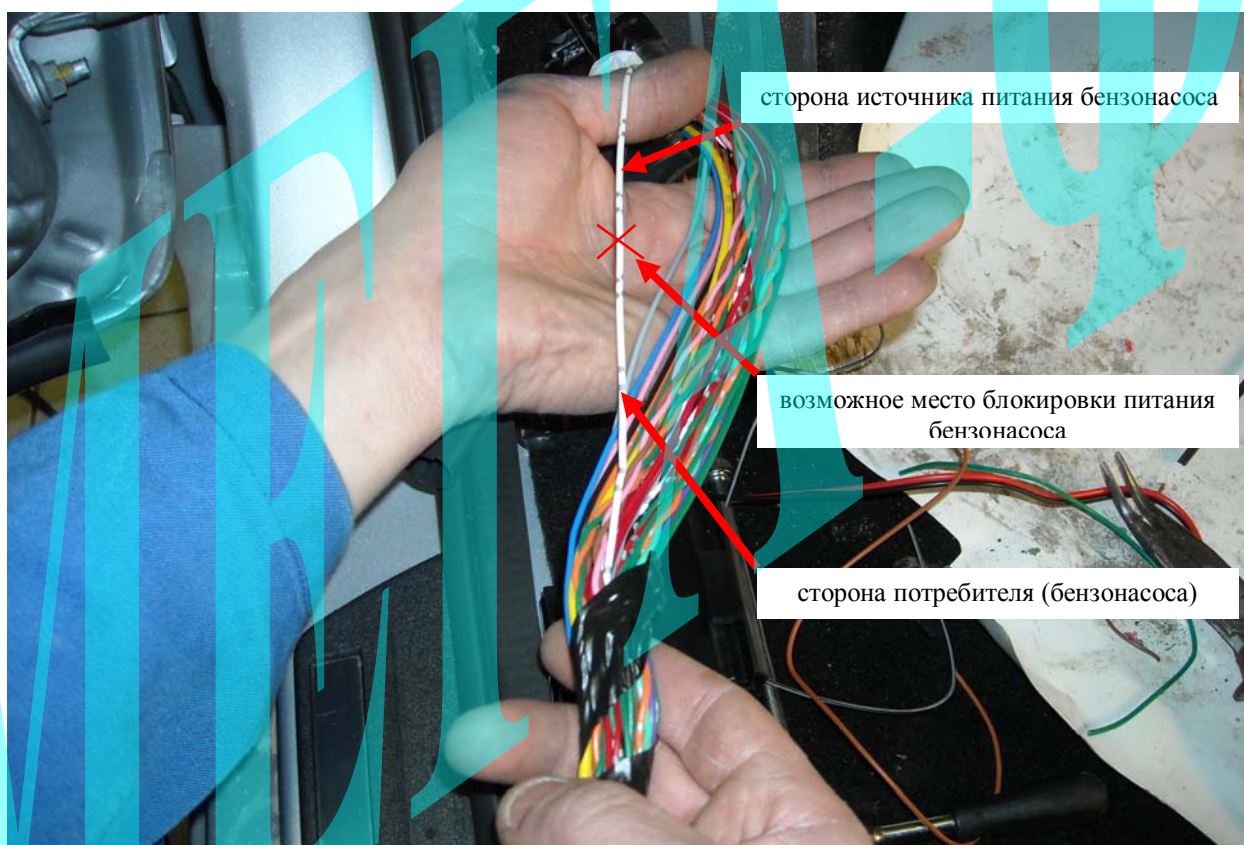

Рис. 7: Цепь блокировки электробензонасоса.
В качестве блокировки можно использовать блокировку цепи электробензонасоса (белый толстый провод в жгуте идущем по левому порогу) (См. рис. 7). Для этого применяем внешнее нормально-замкнутое НЗ реле блокировки. Данное НЗ реле контактами 30 и 87а устанавливаем в разрыв цепи бензонасоса. Управляющим минусом реле является синий-белый провод разъема CN3 системы Scher-Khan Magicar 6 (B), этот провод подключаем к контакту 86 реле. Контакт 85 реле подключаем к проводу «сторона источника питания бензонасоса» или к «+ зажиганию». См. схему 2.